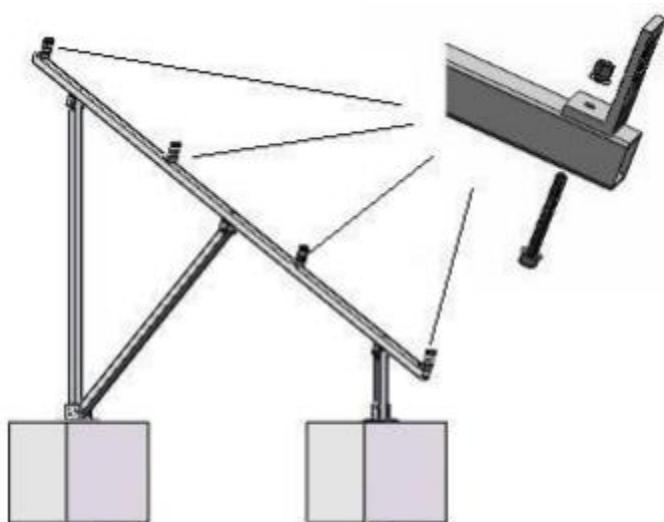

Figura 14
a). Sujete los soportes L (EPL-LFG2-03) en el soporte de viga con el tornillo que tiene el soporte L como se muestra en la **Figura 14**.